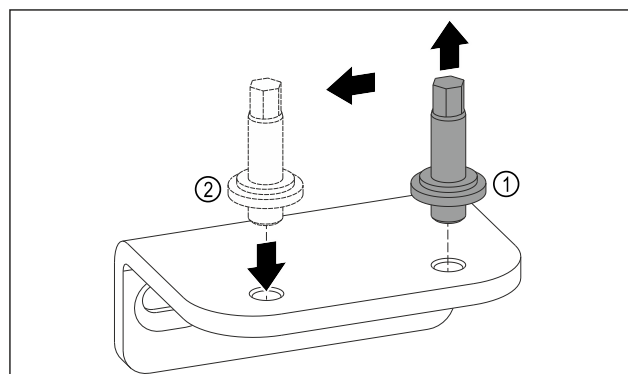

Fig. 13
- Desatornillar el perno del soporte del cojinete inferior con una llave Allen SW5. Fig. 13 (1)
- Insertar el perno en el lado opuesto. *Fig. 13 (2)*